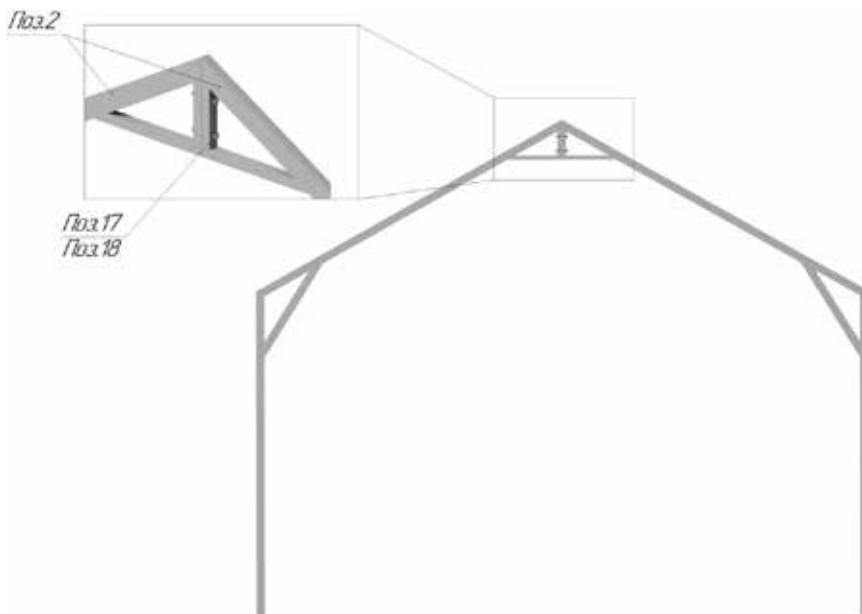

Рисунок 9 – Сборка стоек
9. Соединить стойки **Поз.2** с помощью болтов **Поз.17** и гаек **Поз.18** (рис.9).